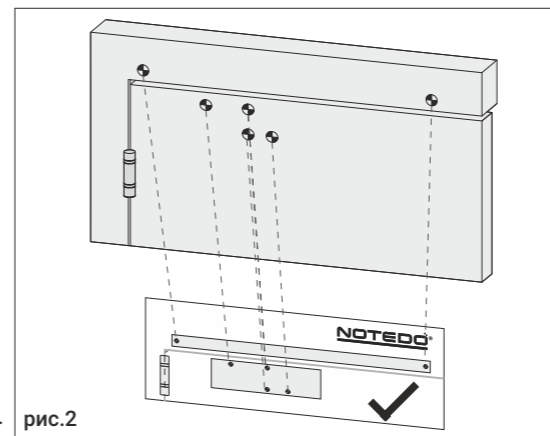

рис.2
4. Сделайте разметку согласно выбранному варианту установки. Проверьте размеры рулеткой на соответствие указанным в настоящей инструкции, рис.2.